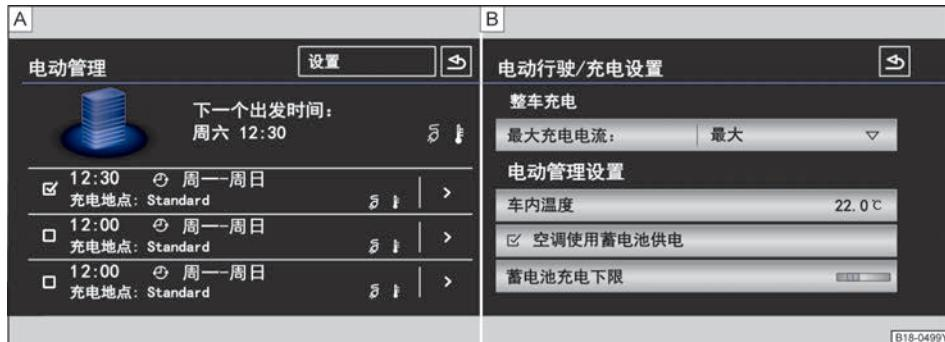

图 116 信息娱乐系统屏幕：充电设置
– 通过信息娱乐系统 – 电动管理，进行延迟充电的相关设置→图 116 A→第 32 页。